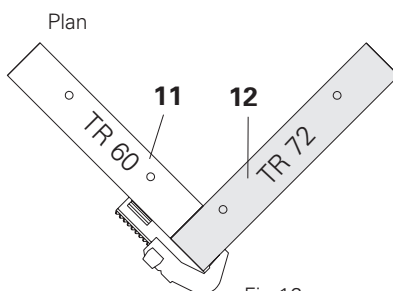

Fig.16a
- Sørg for at formlåsen er rigtigt monteret! Fig. 16a